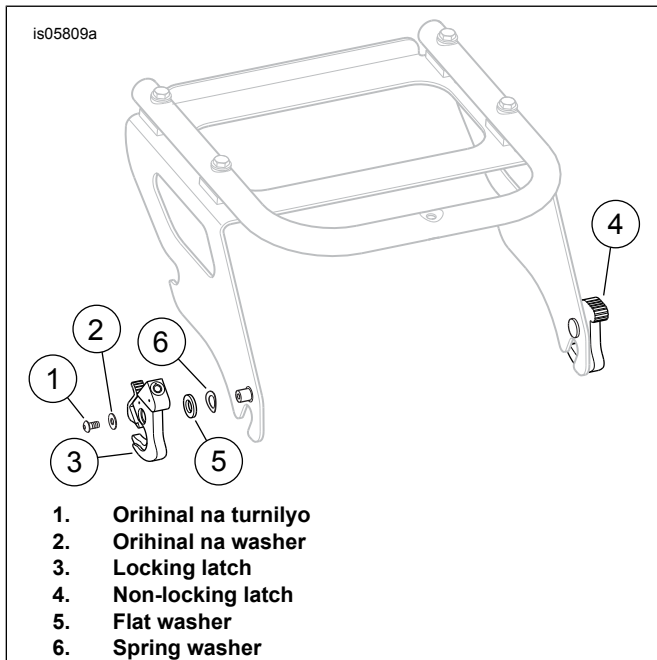

Figure 4. Pagkakabit ng Panlabas na Kaliwa
1. Tingnan ang Figure 4 . Alisin ang kaliwang non-locking latch at itapon.
2. Ikabit ang flat washer (5) mula sa kit sa ibabaw ng spring washer sa kaliwang mounting hub.
- Ikabit ang locking latch (3) sa kaliwang mounting hub kasama ng relief **nang malayo** sa sideplate.
- Ikabit ang orihinal na turnilyo (1) at washer (2).